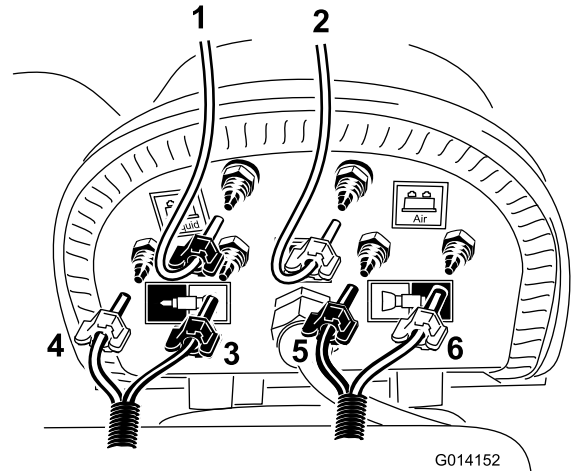

図 22
注 透明チューブをコンプレッサの 青色すなわち液用バーブ (図 22を参照) に接続してください。 青いクランプ (1個)
- B. 先ほどカットした短い、ループバック・ホースを探し出し、この透明チューブを 図 22 のように、タンク・キャップ (黒) に残っているバーブに接続する。
- D. 左ブームに取り付けた泡ホースの青と白のチューブを、図 22 のように取り付ける。
- E. 右ブームに取り付けた泡ホースの青と白のチューブを、図 22 のように取り付ける。